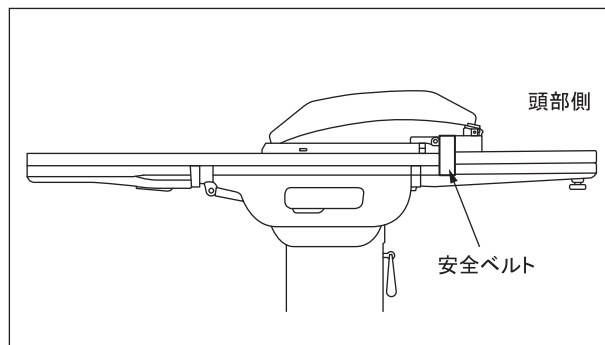

図1-1：透視テーブル用ウィルソンフレーム 5319G
* 1-3 本体をテーブルトップに取付け、安全ベルト(オプション)で固定します。(図1-1・1-2)